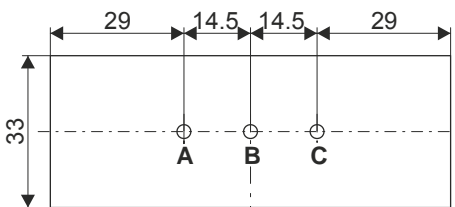

Fig. 5
3. Mark the drill hole(s) with  $\varnothing$  max. 20 mm on the back box according to the drilling jig (Fig. 5).
3. Markieren Sie die Bohrstelle(n) Ø max. 20 mm auf dem Gehäuseboden gemäß der Bohrschablone (Fig. 5).